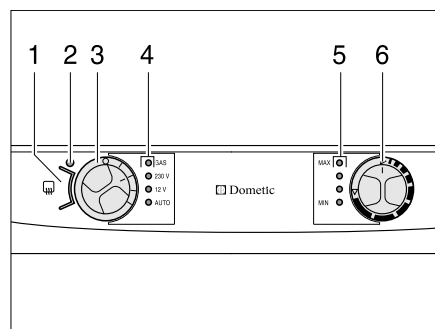

Bild 137 Bedienelemente für den Kühlschrank (Dometic 7er-Reihe mit AES und RH)
Wenn die 230-V-Versorgung **nicht** angeschlossen und der Fahrzeugmotor **ausgeschaltet** ist, wählt das AES die Gasversorgung. Beim Anwählen des Gasbetriebs wird die Zündsicherung automatisch geöffnet, so dass Gas zum Brenner strömen kann. Gleichzeitig wird der elektronische Zünder eingeschaltet. Erlischt die Gasflamme, z. B. durch einen Luftzug, wird der Zünder sofort aktiviert und zündet das Gas wieder an. Bei Störung im Gasbetrieb blinkt die Kontroll-Leuchte "GAS" (Bild 137,4) rot.
Nach dem Einschalten wählt der Kühlschrank automatisch die mittlere Thermostateinstellung. Diese Einstellung kann manuell mit dem Drehregler (Bild 137,6) nachgeregelt werden. Die Kontroll-Leuchten (Bild 137,5) zeigen die gewählte Thermostateinstellung an. Mit dem Drehregler wird die Kühltemperatur für alle drei Energiearten eingestellt. Es dauert einige Stunden, bis der Kühlschrank die normale Betriebstemperatur erreicht hat. Beim Umschalten der Betriebsart wird die Thermostateinstellung beibehalten. Die Kühltemperatur wird unabhängig von der Energieart beibehalten.
Bei hohen Außentemperaturen und hoher Luftfeuchtigkeit kann es zur Wassertropfenbildung am Metallrahmen des Frosterfachs kommen. Deshalb ist der Kühlschrank mit einer Rahmenheizung für das Frosterfach ausgestattet. Bei hohen Temperaturen und hoher Luftfeuchtigkeit die Rahmenheizung über die Taste (Bild 137,1) einschalten. So lässt sich Korrosion vermeiden. Wenn die Rahmenheizung eingeschaltet ist, leuchtet die Kontroll-Leuchte (Bild 137,2).
- Mit dem Energie-Wahlschalter (Bild 137,3) die Energieart wählen. Die zugehörige Kontroll-Leuchte (Bild 137,4) leuchtet grün.
- Kühltemperatur am Drehregler (Bild 137,6) einstellen. Die Kontroll-Leuchten (Bild 137,5) zeigen die gewählte Thermostateinstellung.
Bei Störung im Gasbetrieb blinkt die Kontroll-Leuchte "GAS" (Bild 137,4) rot.
- Den Energie-Wahlschalter (Bild 137,3) auf "0" drehen. Keine Kontroll-Leuchte (Bild 137,4) leuchtet mehr.